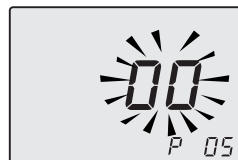

Figura 8.5
- Scorrere i vari parametri utilizzando i tasti 23 o 24 fino a far apparire sul display LCD le lettere **P05** e il valore del parametro, indicanti l'entrata nel "parametro 05" (Figura 8.5).